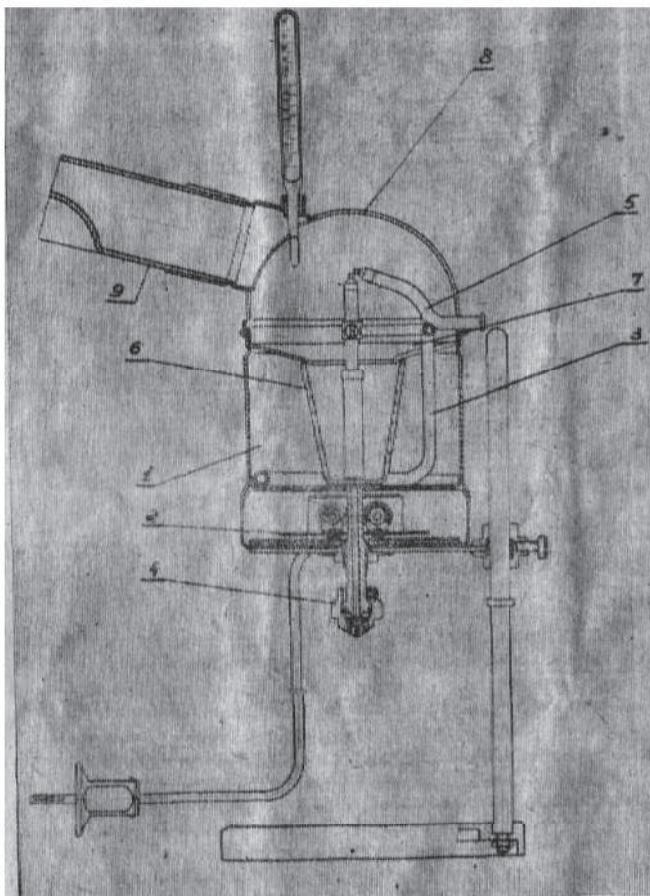

Рис. 4. Распылитель для щелочных растворов.
3. 3. 3. Распылитель для щелочных растворов (рис. 4) состоит из корпуса 1, с вмонтированным снизу электрическим нагревате-
4. 3. Распылитель для щелочных растворов (рис. 4).